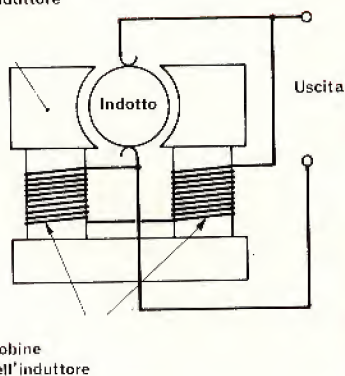

Fig. 9 - Esempio di dinamo con bobine collegate in serie.
- 2) le dinamo serie: in questo caso i due avvolgimenti sono collegati in serie (fig. 9)